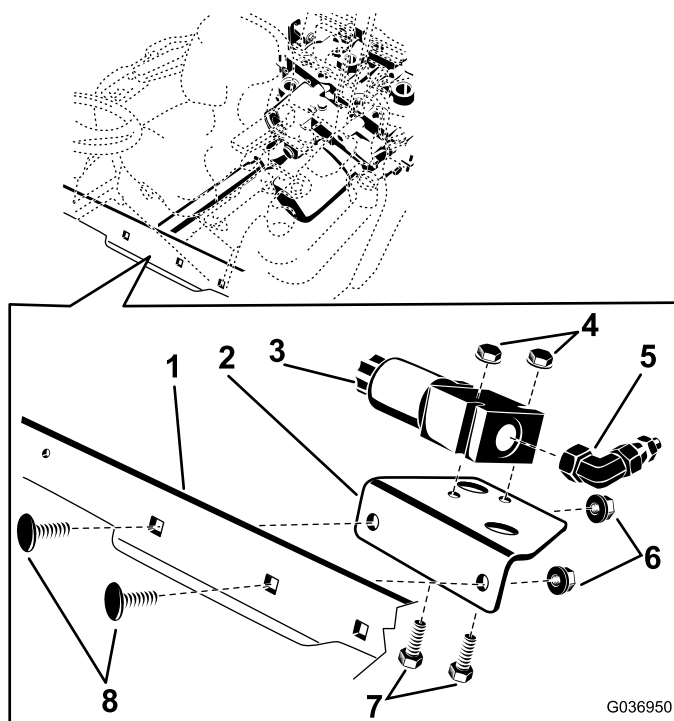

Figura 1
2. Montate la piastra di montaggio sull'elemento trasversale del telaio con 2 viti (3/8" x 1") e 2 dadi (3/8"). Collocate la piastra come illustrato in Figura 1.
3. Montate il raccordo dell'adattatore a 90° sull'estremità della valvola di bloccaggio del differenziale, posizionandolo come illustrato nella Figura 1.
Posizionate la valvola di bloccaggio del differenziale sulla piastra di supporto, come illustrato nella Figura 1.